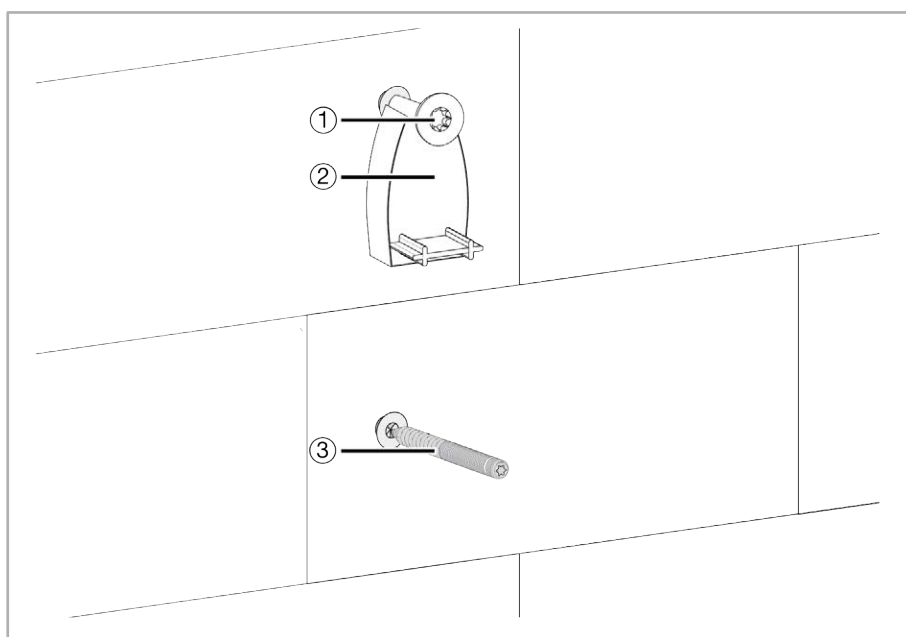

Abb. 15: Montage der Schrauben an der Wand
①	Rastnasen
②	Abdeckkappe
③	Öffnung für Tellerkopfschraube
④	Öffnung für Stockschraube
- 9 Die beiden Rastnasen ① mit einem Seitenschneider abschneiden.
- 10 Die Abdeckkappe ② herausdrücken.
- 11 Den Kabelhalter mit der Öffnung ③ auf die Tellerkopfschraube aufsetzen (siehe Abb. 15: Montage der Schrauben an der Wand).
- 12 Die Öffnung ④ über der Stockschraube positionieren.
- 16 Die Abdeckkappe ② wieder auf den Kabelhalter setzen.